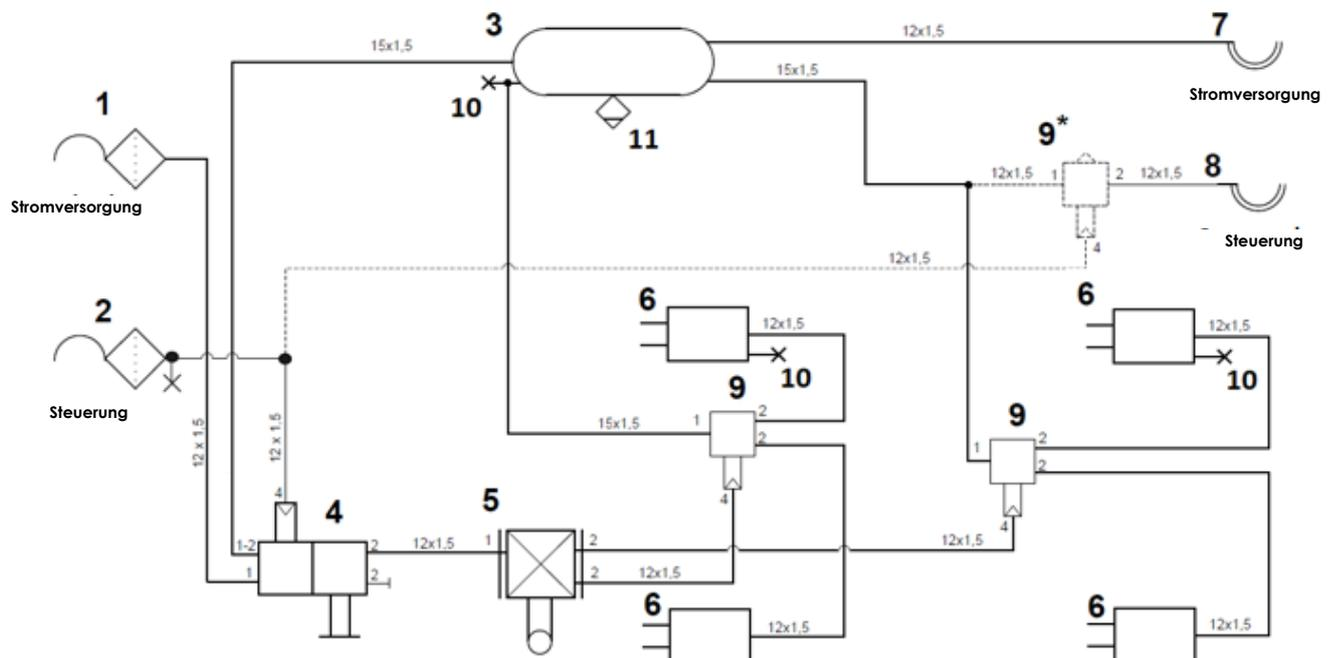

Abbildung 13. Schema der Zweileiter-Druckluftbremsanlage – Membranbremszylinder:
- Feststellbremse – mechanisch gesteuert mit Kurbelmechanismus und Schraubgetriebe auf der rechten Seite des Anhängers, wirkt auf die Räder der hinteren Mehrfachachse oder pneumatisch mit Federspeichern Abb. 13 gesteuert.